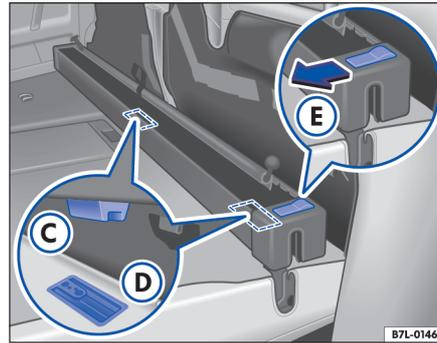

Fig. 73 Con el respaldo trasero abatido, se puede colocar la red de separación sobre el mismo.
3. Coloque la caja de la red de separación de forma que ambos salientes ⇒ página 97, fig. 73 **C** entren en los carriles de sujeción **D**. La caja tiene que encastrar y quedar bien fija.